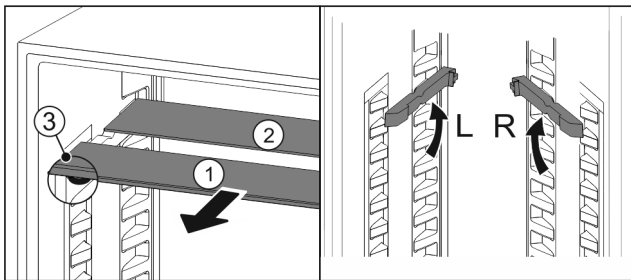

Fig. 86
- ▶ Vedä lasilevyt yksittäin etukautta ulos Fig. 86 (1).
- ▷ Koristelistalla varustettu lasilevy Fig. 86 (1) on edessä.
- ▷ Pysäyttimet Fig. 86 (3) osoittavat alaspäin.